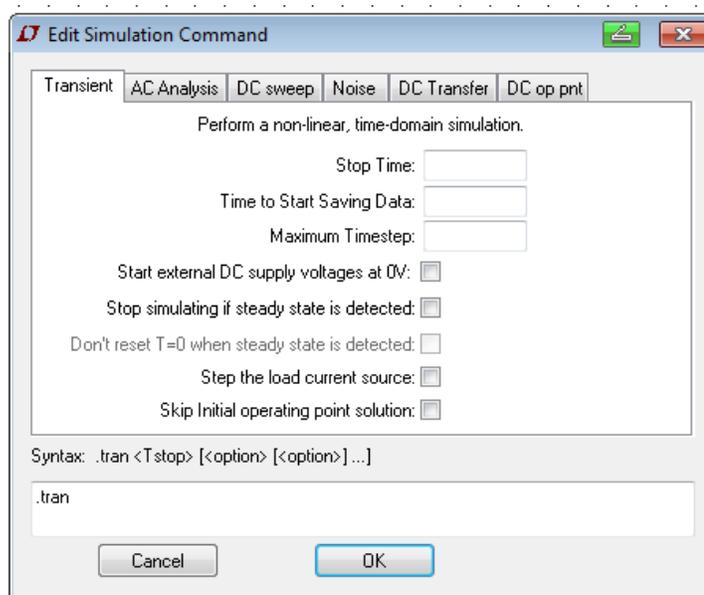

Figura 9
- 5- Seleccionar el tipo de análisis a realizar sobre el circuito. Para ello se accede a *Simulate*→*Edit Simulation Cmd*, que abre una ventana con todos los tipos de análisis posibles de realizar, Figura 9.
La Figura 9 muestra la ventana para realizar análisis en el tiempo (*Transient*). En el eje de abscisas se mide el tiempo y en el eje de ordenadas cualquiera de las variables eléctricas interpretadas por SPICE o una expresión matemática definida por el usuario. Para realizar la simulación utilizando *Transient* deben ser ingresados tres datos como obligatorios. *Stop Time*, fija el tiempo asignado a la simulación. *Time to Start Saving Data*, permite seleccionar el tiempo a partir del cual se guardan los datos. El valor por defecto es cero. *Maximum Time step*, fija el intervalo mínimo de cálculo.